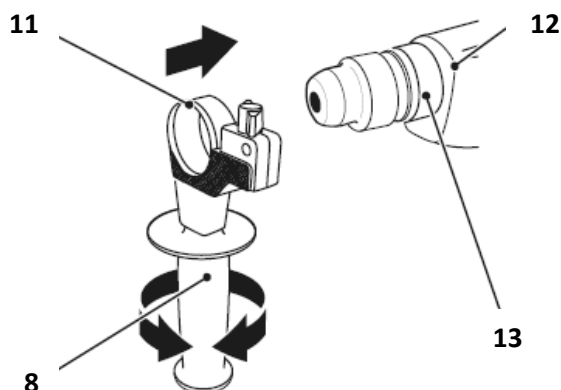

Рис.2
- Выкрутить рукоятку (8) тем самым ослабив зажимной хомут (11) **Рис.2.**
- Установить рукоятку (8) зажимным хомутом на посадочную шейку (13) корпуса редуктора (12)
- Затянуть рукоятку (8).